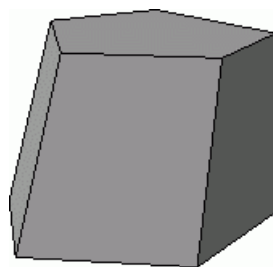

Рис. 13. Две грани, наклоненные к основанию с помощью команды Уклон.
– предназначена для придания уклона плоских граней, которые были перпендикулярны основанию (рис. 13). Эта команда отличается от уклона, придаваемого элементам выдавливания, следующими особенностями: